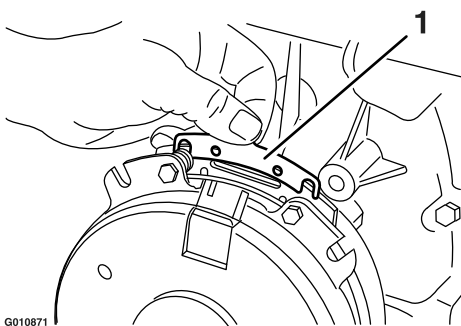

**Figura 64**
- A. Afloje ambos pernos de montaje del freno entre media y una vuelta, según se muestra en Figura 64.